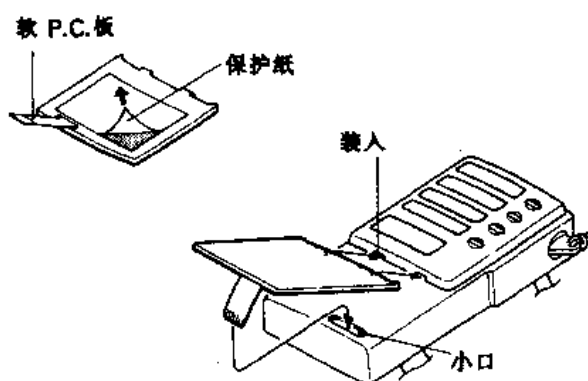

图 3-11
2. 如图 3-11 所示, 从粘在 CKP412 后面的双面粘性胶带上剥去保护纸, 并用按图 3-11 所示插到小的开口, 且可靠地把它的凸缘装入槽内。